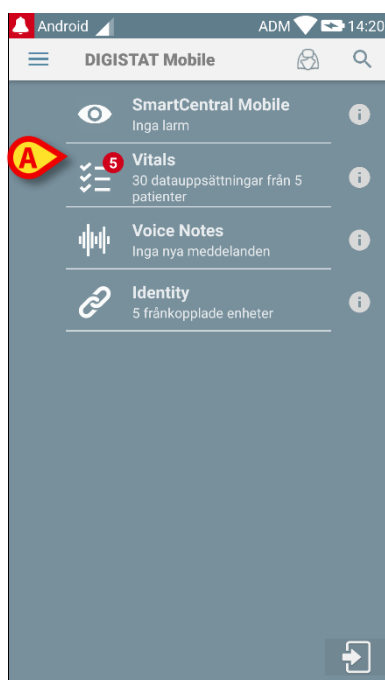

Fig. 55
- Tryck på motsvarande rad på den handhållna enhetens skärmbild (Fig. 55).